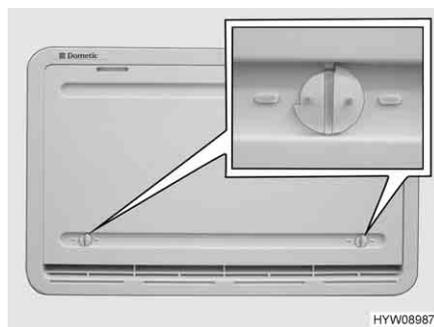

Bild 156 Winterabdeckung
Wenn der Kühlschrank bei niedrigen Außentemperaturen betrieben werden soll, empfiehlt der Hersteller die Verwendung einer Winterabdeckung (Bild 156) für die Kühlschrank-Lüftungsgitter.
- Beide Verriegelungen (Bild 156) öffnen (Nut steht waagrecht).